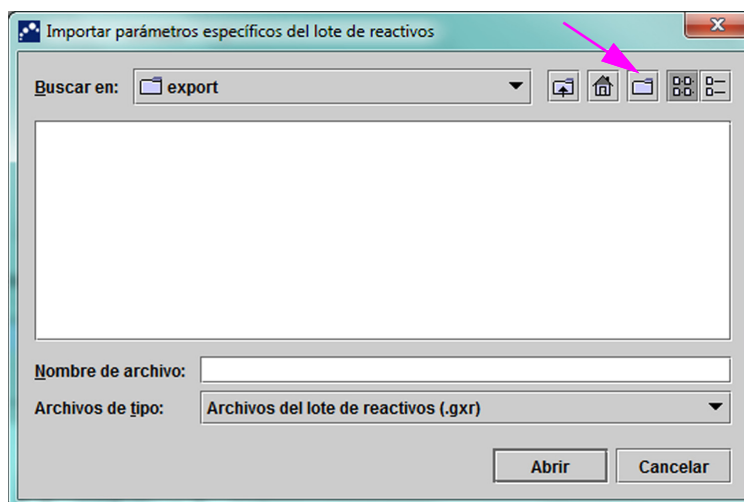

Figura 2-96. Cuadro de diálogo Importar parámetros específicos del lote de reactivos
4. Utilizando el área de visualización de archivos Buscar en: (consulte la figura 2-96), busque y seleccione el archivo .gxr/.nrx obtenido previamente del servicio técnico y, a continuación haga clic en **Abrir**. El número del lote nuevo aparece en el cuadro de diálogo Parámetros específicos del lote de reactivos. Haga clic en **Cerrar** en el cuadro de diálogo Parámetros específicos del lote de reactivos para volver a la ventana Definir ensayos.